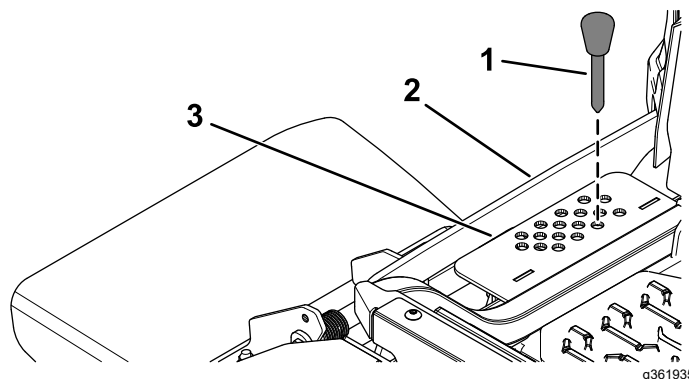

Figura 31
contacte ligeiramente com o pino da altura de corte (Figura 31).
- Selecione um orifício, no suporte da altura de corte, que corresponda à altura de corte desejada e insira o pino (Figura 31).